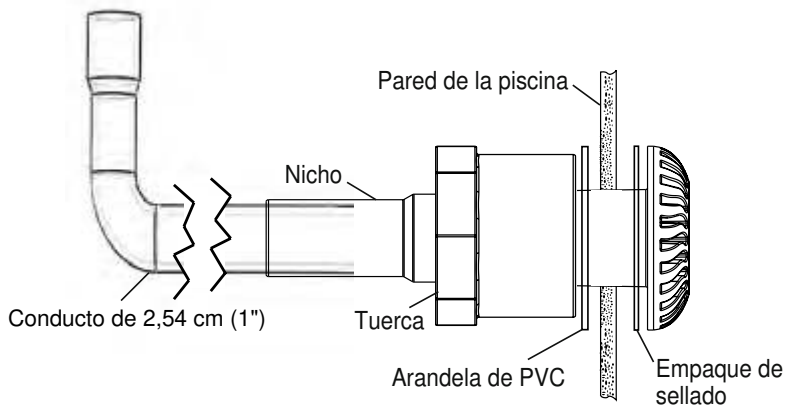

**Figura 1: Diagrama de instalación de lámpara en gunita**
**ANTES DE COMENZAR:** La siguiente información describe las tareas que el electricista debe realizar *antes* de instalar la unidad de iluminación. Vea la Figura 1 de la página 7.
- La caja de conexiones y el transformador de bajo voltaje se encuentran a un mínimo de 20,3 cm (8") sobre el nivel del suelo y a un mínimo de 1,22 m (48") desde el borde de la piscina. Vea la Figura 1 de la página 7.
1. **Instale la manga:** Ubique la posición vertical en la piscina o el spa donde se instalará la lámpara. La parte superior del lente de la lámpara debe encontrarse como mínimo a 10,2 cm (4") debajo del nivel de agua normal. Consulte la Figura 1 de la página 7 para ver los requisitos exactos de profundidad.
6. Instale el conducto. Vea la Figura 1 de la página 7.
2. En el transformador de 12 VAC o la caja de conexiones, corte todo el cable sobrante. Deje al menos 15,2 cm (6") de cable en la caja de conexiones o en el transformador para facilitar la instalación de la lámpara y la inspección del nicho. Corte el cable sobrante. Vea la Figura 1 de la página 7.
3. Pele el extremo del cable exterior para descubrir los dos (2) conductores aislados. Pele los dos conductores. Procure no dañar el conductor de cobre.
4. Conecte los dos (2) conductores a los cables de circuito correspondientes en la caja de conexiones (cable negro a alimentación, cable blanco a común). Fije la cubierta de la caja de conexiones.
- La caja de conexiones y el transformador de aislamiento de bajo voltaje se encuentran al menos a 20,3 cm (8") sobre el nivel del suelo y al menos a 1,22 m (48") desde el borde de la piscina. Vea la Figura 1 de la página 7.